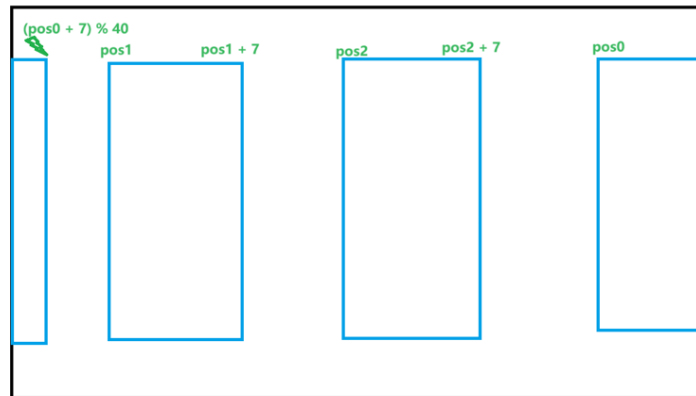

Figure 10 第二种情况的 X 范围
第二种情况，pos0 处的数字被截断。显示区域的 X 坐标有效范围如下 Figure10 所示。其中对于显示区域 1、2、4、5 段的显示处理需要分类讨论，pos0 处的数字被截断的地方可能会出现现在它们的显示区域内，故它们的 X 范围要分类讨论。